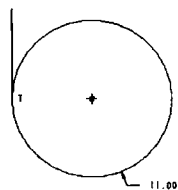

图 1-21 绘制圆
(7) 单击 按钮绘制圆, 并单击 按钮选择与上一步所绘直线相切, 如图 1-21 所示。